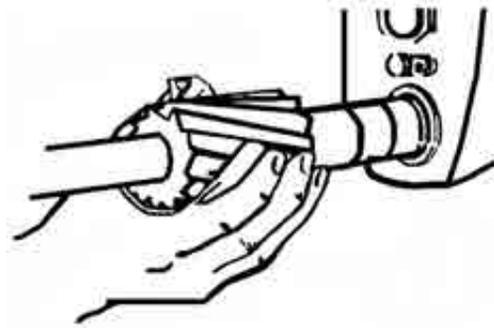

Fig. 5
- b) Introduzca la fresa cuidando la orientación de los dientes según el sentido de corte previsto (Fig. 5).